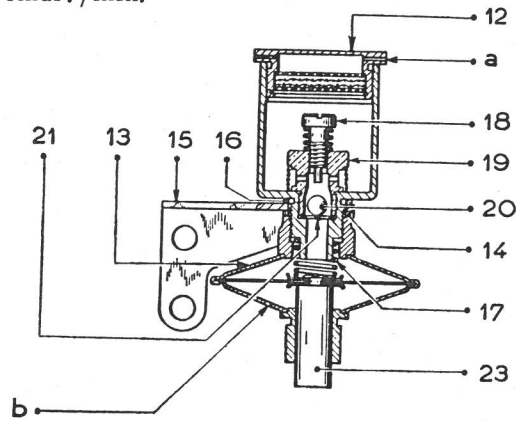

Fig. 10. Tomgangsbremsen 26 BCI.
Giv motoren gas og lad igen gasspjældet falde tilbage til tomgang. Mål den tid det varer, fra tomgangshastighedsskruen kommer i berøring med tomgangsbremSENS stødstang, indtil denne når sin øverste stilling. Tiden skal være mellem 2 og 2,5 sekunder. Er dette ikke tilfældet, aftages bremsens dæksel, (12) i fig. 10, og der stilles på justerskruen (18). Når denne skrues indefter, forkortes tiden og omvendt.